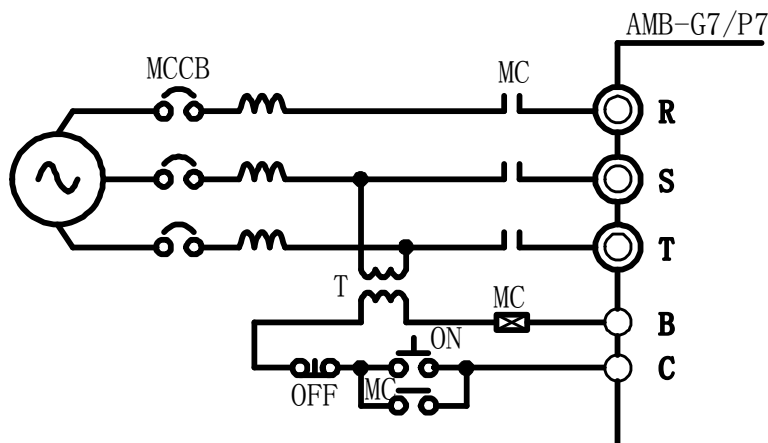

图 3-7 接入输入断路器
- ① MCCB 的容量应为变频器额定电流的 1.5~2 倍。
- ② MCCB 的时间特性要满足变频器的过热保护（150%的额定电流/1 分钟、180%的额定电流/2 秒钟）特性。
- ③ MCCB 与两台以上变频器或其他设备共用时，可按图 3-7 连接，将变频器故障输出继电器触点接入电源接触器将输入电源断开。